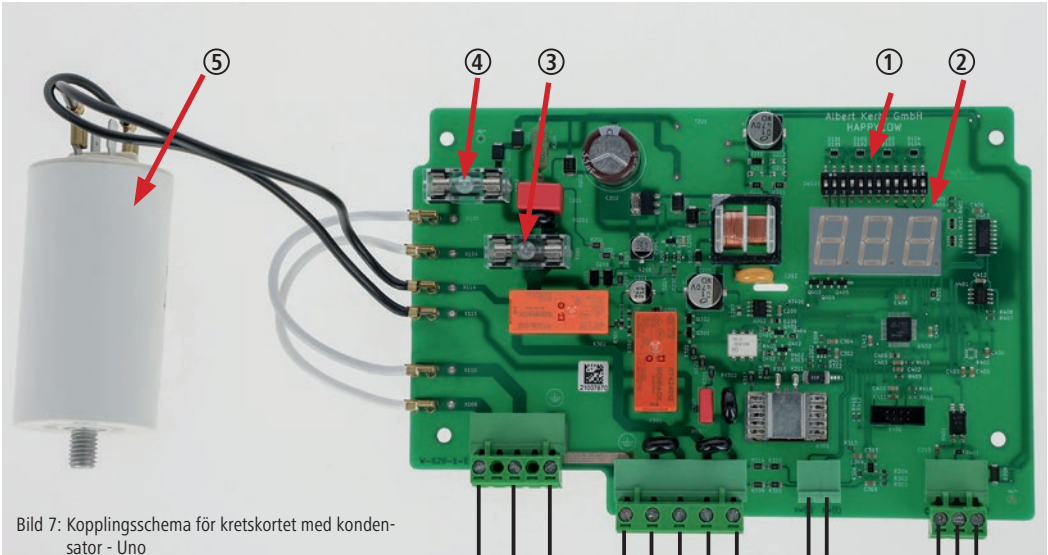

Bild 7: Kopplingsschema för krets-kortet med kondensator - Uno
Cykeltiden är fabriksinställd på 60 sekunder. Vid behov kan den justeras med hjälp av Dip-Switch-elementet på kretskortet (bild 7 – pos. 1) till ett värde mellan 10 och 300 sekunder. Cykeltiden får endast ställas om på nytt efter kontakt med Kerbl Service. Standardinställningen och därmed den optimala inställningen för kreatursborsten HAPPYCOW Uno är T3.
Säkring 6, 3 A (bild 7 – pos. 3+4) på kretskortet har bränts eller hamnat ur position.	• Koppla från styrsystemet från strömförsörjningen och säkra den mot att slås på igen. • Kontrollera att säkringarna sitter ordentligt. Byt ut defekta säkringar. (Bild 7 – pos. 3+4) • Om fortfarande inget visas på displayen vid omstart efter utbytta säkringar är moderkortet defekt.